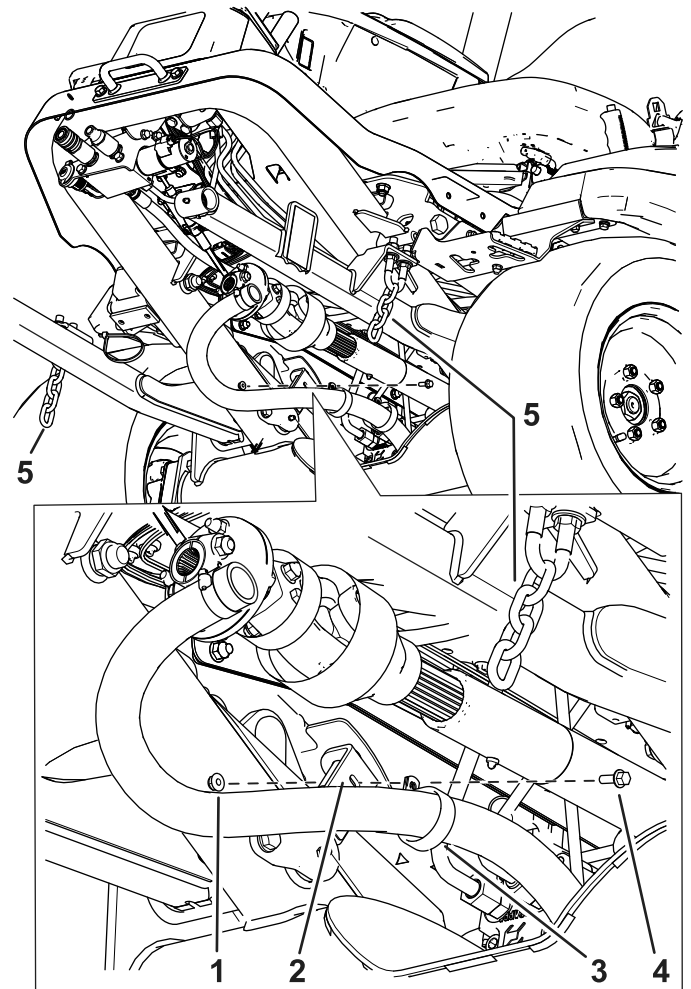

Figure 17
6. Fixez le collier en R sur le support de la machine à l'aide d'un boulon (1/4 x 3/4 po) et d'un écrou à embase (1/4 po); voir (Figure 17).
12. Fixez les chaînes sur les étriers filetés avec des attache-câbles (Figure 17).